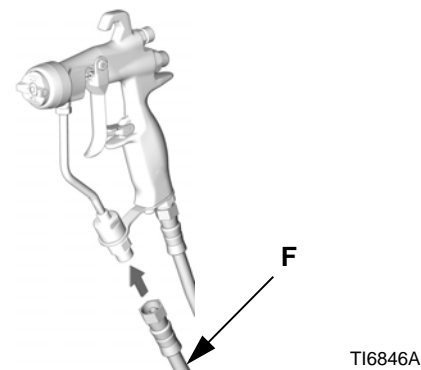

FIG. 4
2. Slut væskeslangen (F) til pistolens væskeindtag. Se FIG. 4. Efter ønske kan der installeres en væskedrejedstilslutning (115898) på pistolens indtag for at lette håndteringen af pistolen. Se Tilbehør på side 33.